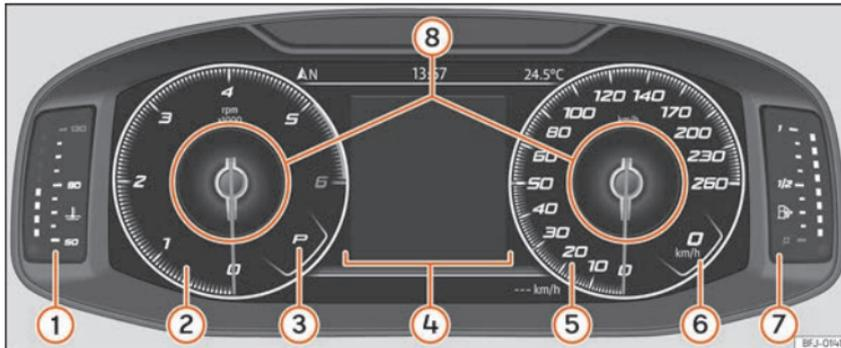

Fig. 66 SEAT Digital Cockpit no painel de instrumentos (vista clássica).
Nas vistas **Clássica** e **Navegação** é possível personalizar a informação que aparece em **Perfis de informação** »» **Fig. 66 ⑧**.
Os ponteiros de rotações por minuto e do velocímetro aparecem em todo o seu comprimento »» **Fig. 66.**